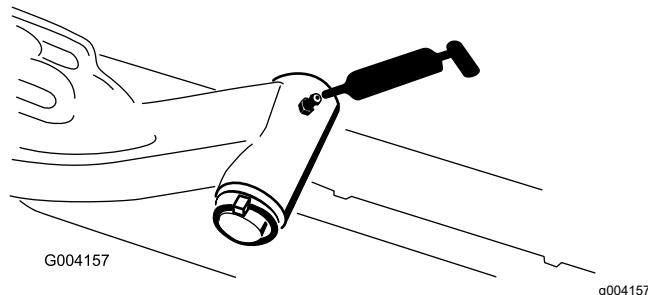

Bild 73
- Hubarmgelenkwelle (1) (Bild 73)